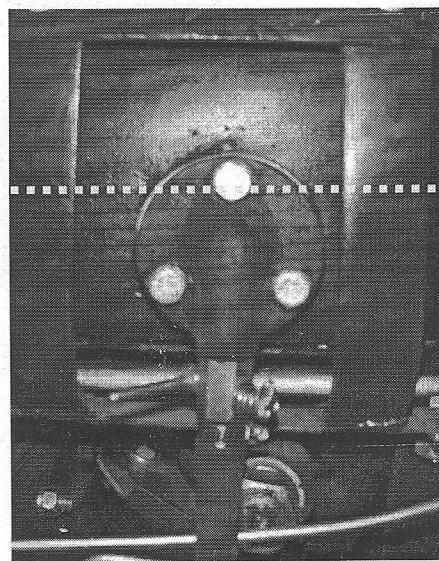

Рис.1. Патрубок подачи топлива
- 5.) Залить топливо в бак. Уровень топлива в баке должен всегда превышать уровень расположения патрубка подачи топлива (рис.1), для исключения попадания воздуха в топливную систему. Рекомендуется залить топлива не менее половины бака.
- a) Залейте топлива в бак выше уровня расположения патрубка подачи топлива (рис.1).